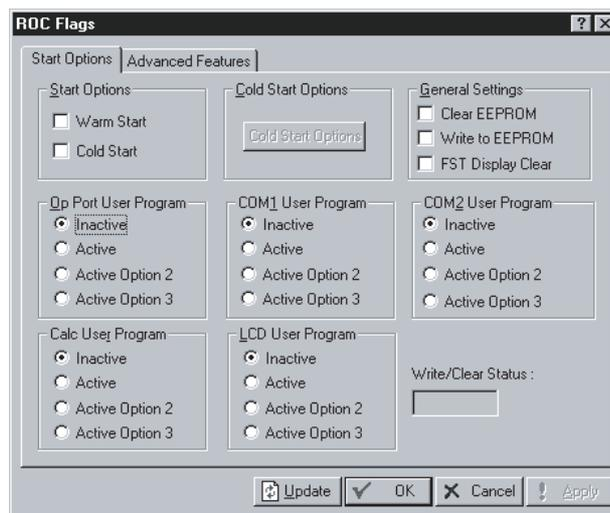

Figura 9-1. ROC Flags – ROC Série 300 com FlashPAC
1. Selecione ROC > **Flags**. Consulte a Figura 9-1.